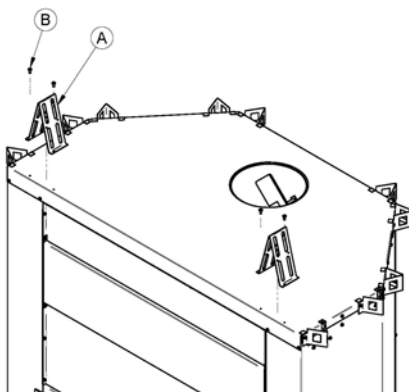

Figure 5
2. Alignez les trous des cales d'espacement (A) avec les trous pré-perçés sur le dessus du foyer et les sécurisez avec les 4 vis (B) tel qu'illustré à la Figure 5: